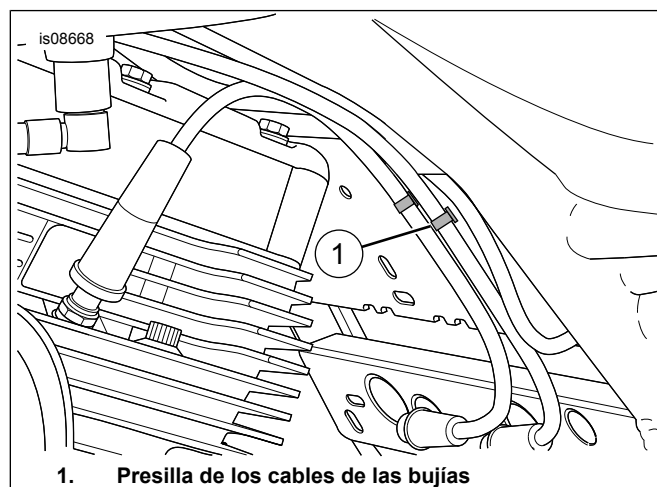

Figura 3. Presilla de los cables de las bujías
4. Vea Figura 3 . Quite la presilla de los cables de las bujías (1).